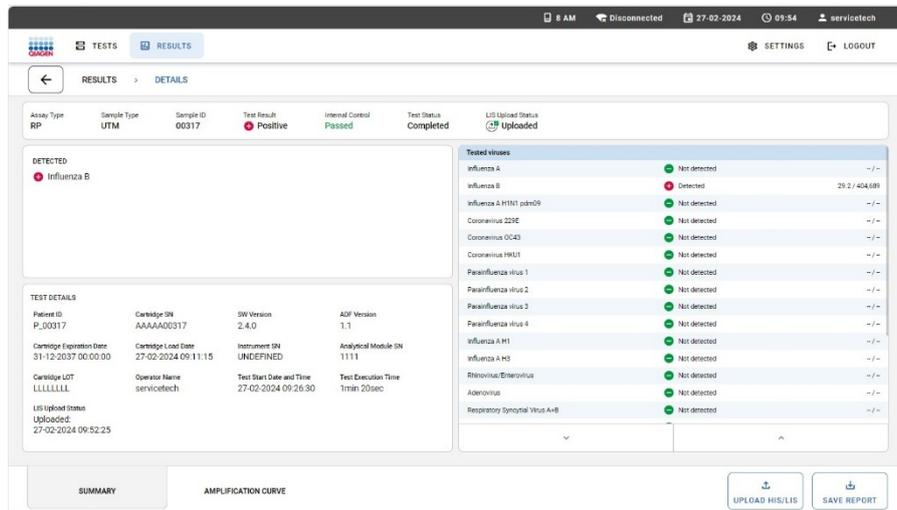

Figura 77. Status de carregamento no HIS/LIS ao visualizar um resultado de teste.
3. O status de carregamento é apresentado na parte superior da tela e na seção **TEST DETAILS** (Detalhes do teste). Os **TEST DETAILS** (Detalhes do teste) contêm também informações adicionais, tais como a data de carregamento e possíveis erros que ocorreram durante o carregamento (Figura 77).